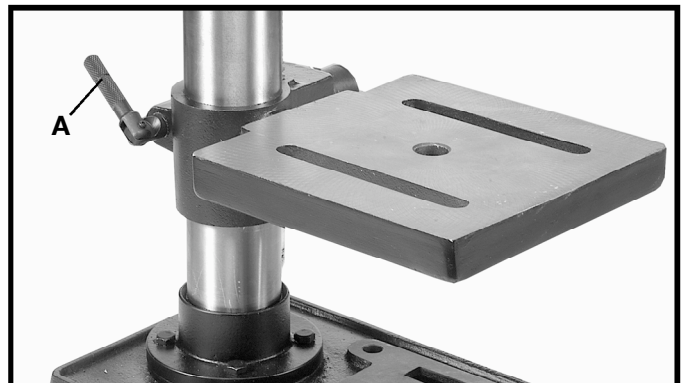
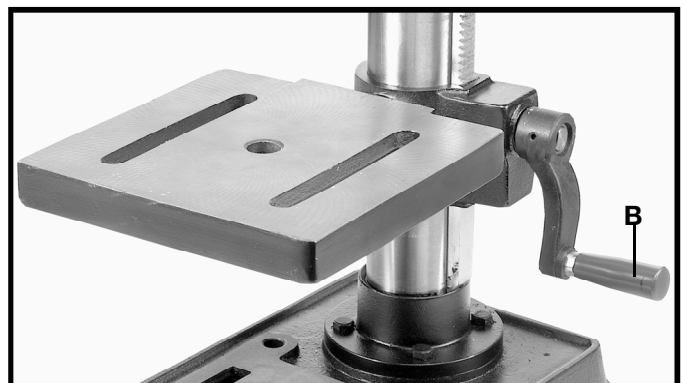

Fig. 20
Fig. 21
1. La mesa puede ser elevada o bajada sobre la columna de la taladradora mediante el aflojado de la agarradera de abrazadera de mesa (A) Fig. 20, y virando la agarradera de elevación y bajado de mesa (B) Fig. 21. Después de que la mesa se encuentre ala altura deseada, apriete la agarradera (A) Fig. 20. **NOTA:** La colocación final della taladradora siempre debe ser desde la posición inferior hasta la posición superior.
2. La mesa puede ser girada a 360 grados sobre la columna mediante el aflojamiento de la agarradera de la abrazadera (A) Fig. 20, girando la mesa a la posición deseada, y apretando la agarradera de abrazadera nuevamente (A).